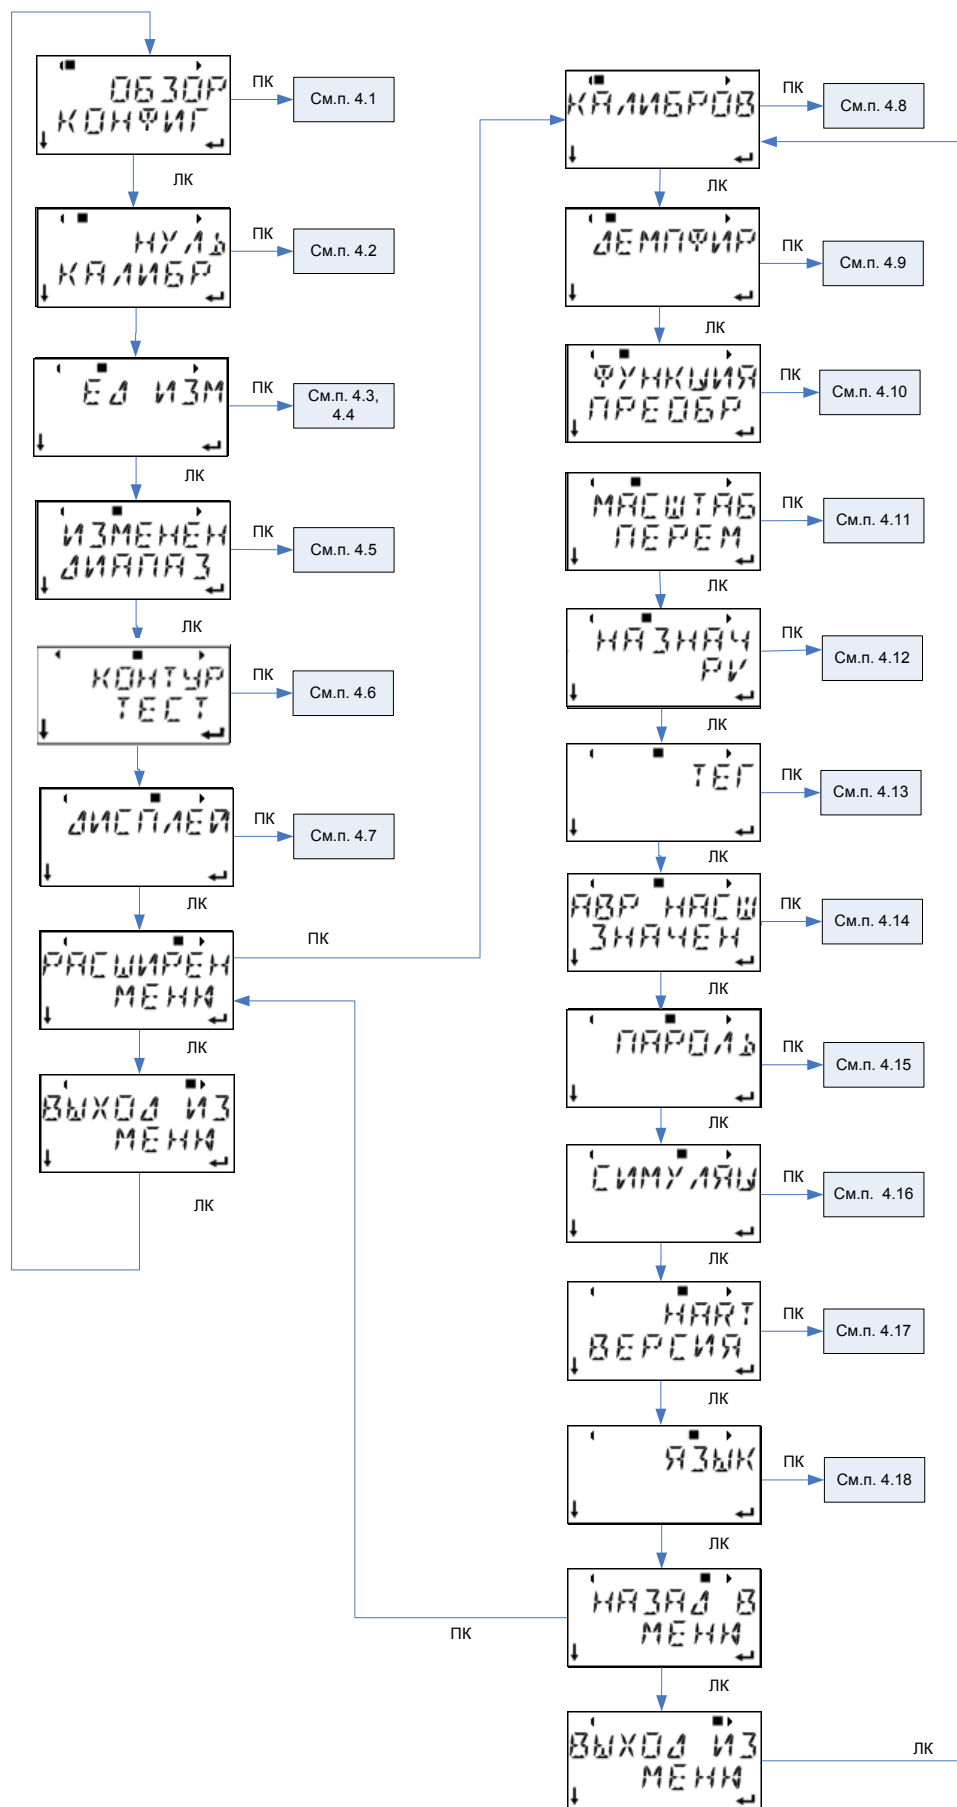

Рисунок 4 – Меню индикатора
2. В меню индикатора (рисунок 4) выберите меню тестирование контура. Нажатием ЛК и ПК выберите и сохраните значение выходного сигнала датчика. Аналоговый выходной сигнал имеет варианты: 4 мА, 20 мА или другое для ввода значения вручную. Если выполняется тестирование контура для проверки уровня аварийного сигнала датчика, то вводится значение в миллиамперметрах, соответствующее аварийному уровню сигнала.